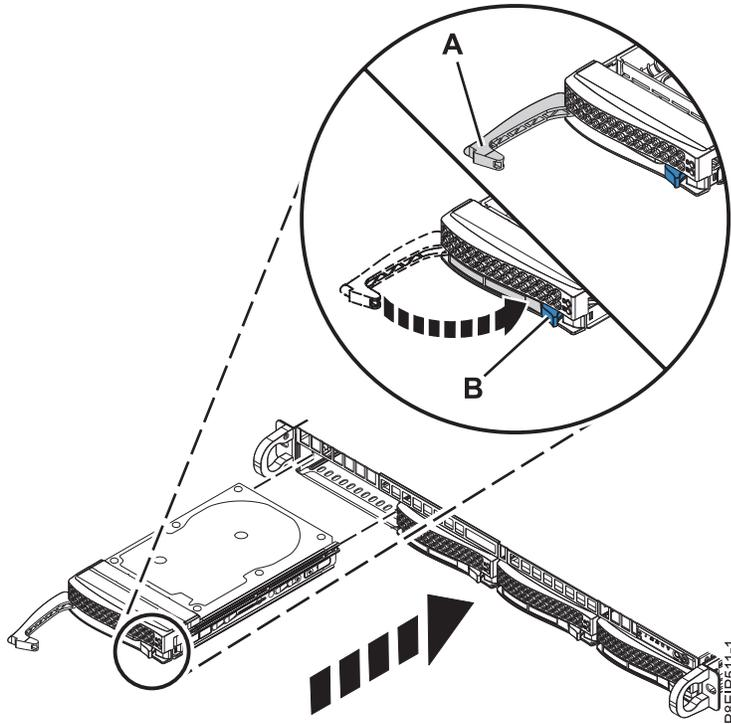

Figure 4. Détails relatifs à la fixation d'une unité de disque
4. Verrouillez la poignée de la baie d'unité (A) en poussant le loquet de la poignée jusqu'à ce qu'il soit verrouillé en position (B) comme indiqué dans la figure 4, à la page 7.